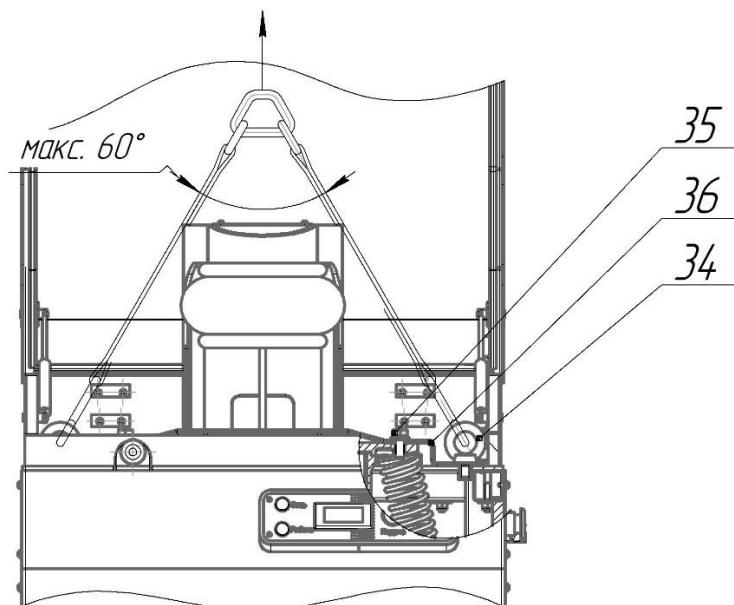

Рис.4 Схема строповки
- выкрутить 2 рым-болта 34 (Рис. 4);